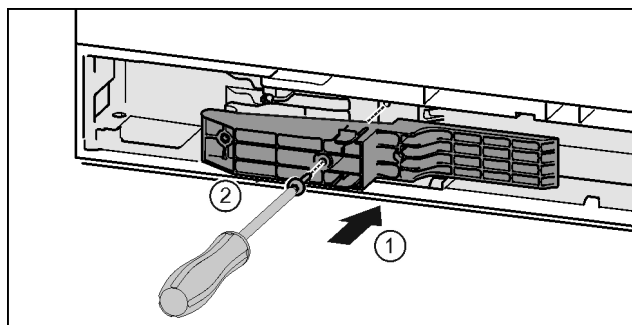

Fig. 45 \*
- ▶ Поставете адаптерния елемент от страната на дръжката в прореза. Fig. 45 (1)\*
- ▶ Затегнете винтовете с отвертка T15. Fig. 45 (2)\*